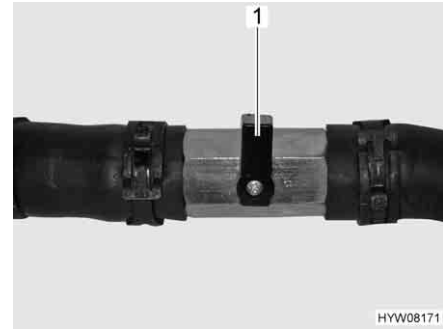

Fig. 205 Rubinetto chiuso
- Posizionare la leva (Fig. 205,1) verticalmente rispetto alla tubazione.